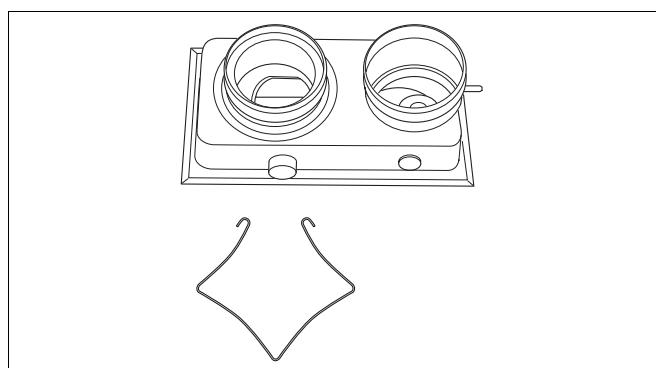
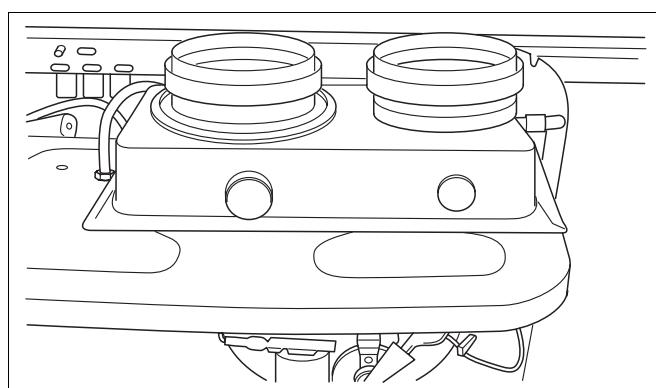

Рис. 19 Деталь соединения выхлопа газов для параллельного оттока воздуха /выхлопов (принадлежности)
Рис. 20 Параллельное соединение для воздуха/выхлопных газов
- Открыть камеру сгорания. Установить на устройство фитинг для параллельного присоединения по воздуху/ отработавшим газам (принадлежности) и закрепить зажимами изнутри устройства (смотр. рис. 19 и рис. 20). При этом зажимы вставляются снизу в пазы системы выхлопа газов.